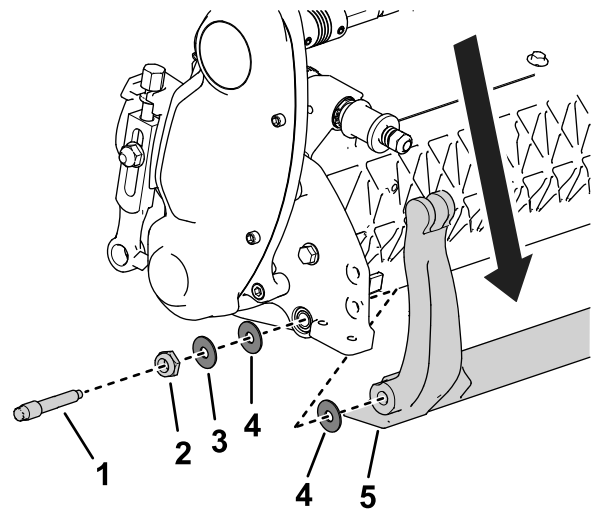

Bild 20
3. Lösen Sie auf jeder Seite der Maschine die Sicherungsmutter, die in Bild 20 dargestellt ist.
4. Nehmen Sie jede Schraube des Untermesserträgers ab, damit der Untermesserträger nach unten gezogen und von der Schneideinheit entfernt werden kann (Bild 20).
Bewahren Sie die zwei Nylon- und die zwei Stahlscheiben von den beiden Enden des Untermessers auf (Bild 20).
3. Legen Sie eine Nylonscheibe an jede Seite des Seitenplattenansatzes. Legen Sie eine Stahlscheibe außen auf jede Nylonscheibe (Bild 20).